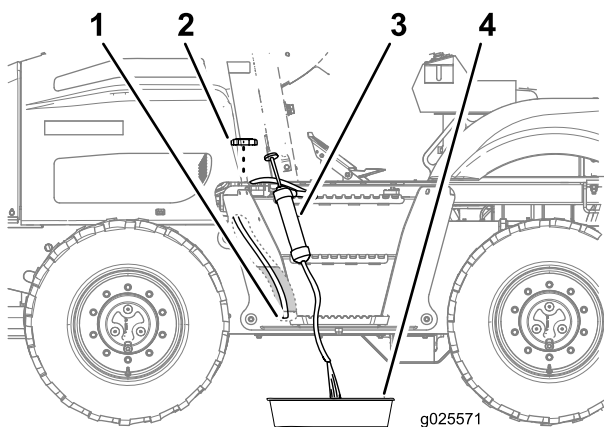

Bild 77
- Nehmen Sie den Tankdeckel vom Kraftstofftank ab (Bild 77).
- Verlegen Sie den Ansaugschlauch des Absauggeräts durch den Füllstutzen des Kraftstofftanks zur Unterseite des Kraftstofftanks (Bild 77).
- Leiten Sie den Auslaufschlauch des Absauggeräts in eine Auffangwanne (Bild 77).
- Schrauben Sie den Tankdeckel auf den Füllstutzen des Kraftstofftanks (Bild 77).